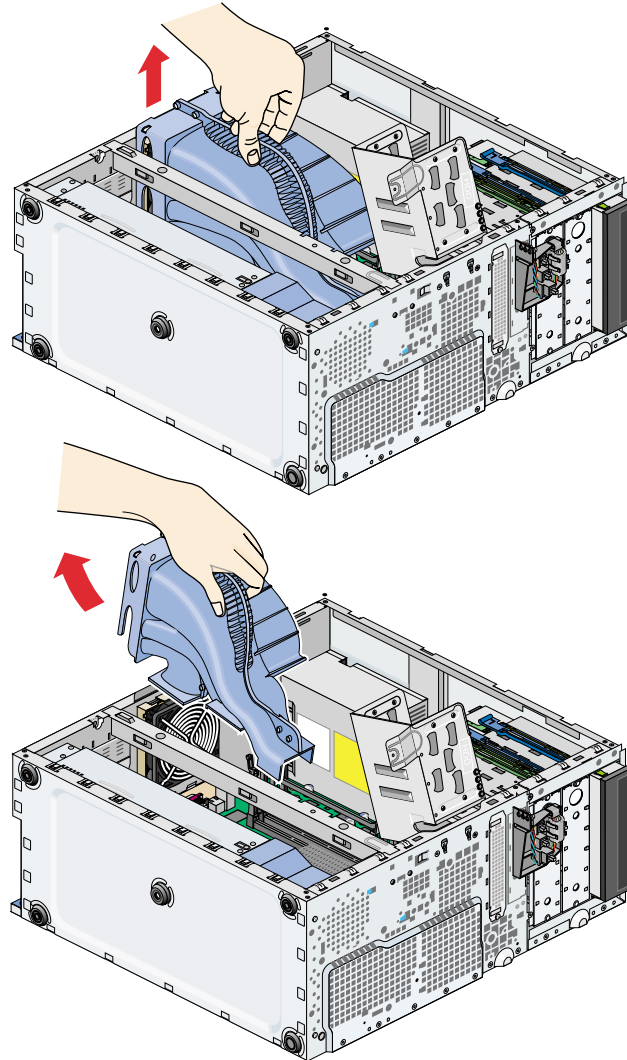

Abbildung 4-33 Entfernen des Strömungskanals
3. Ergreifen Sie den Griff des Strömungskanals und ziehen Sie das hintere Ende des Kanals nach oben. Schieben Sie dann den Kanal aus dem Gehäuse. Siehe Abbildung 4-33.